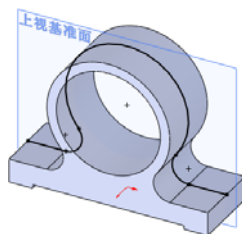

图 2-83 生成的交叉曲线
- 05 单击【交叉曲线】对话框中的  【确定】按钮，草图样条曲线在基准面和零件的表面相交处生成，如图 2-83 所示。